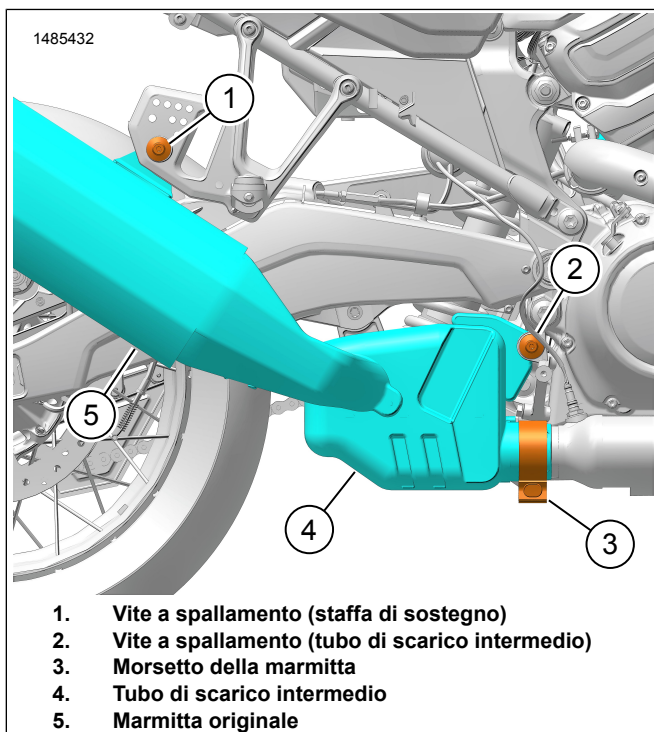

Figura 3. Montaggio dello scarico originale
1. Figura 3 Allentare il morsetto della marmitta (3).
2. Rimuovere la vite a spalla (2) dalla staffa del tubo di scarico intermedio. Metterli da parte per utilizzarli in seguito.
3. Rimuovere e scartare la vite a spalla (1) dalla staffa di supporto.
- a. Scartare il morsetto della marmitta OE (3).